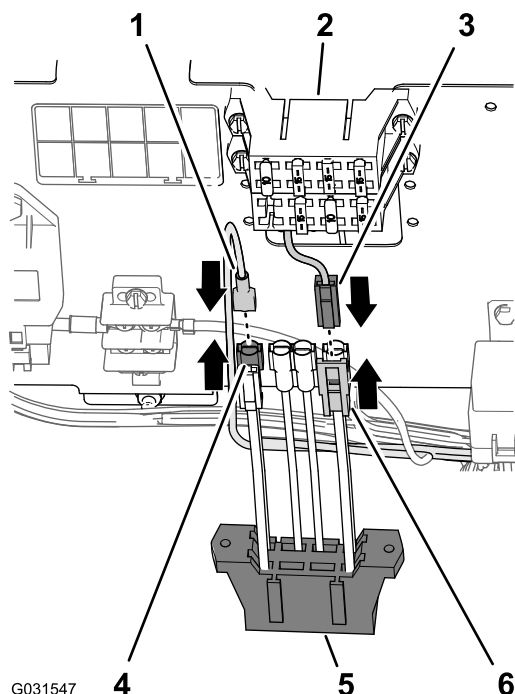

Figure 204
1. Branchez le connecteur à lame du faisceau du kit de finition au connecteur à douille du porte-fusibles auxiliaire (Figure 204).
2. Branchez le connecteur à 2 broches des câbles d'alimentation auxiliaire du porte-fusibles de la machine au connecteur à 2 douilles des câbles d'alimentation du porte-fusibles auxiliaire (Figure 204).